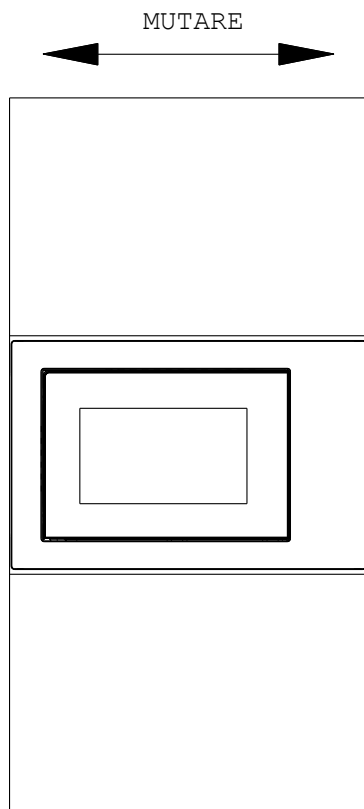

Fig. 3
c) Mutați produsul în paralel în dulapul de bucătărie, în conformitate cu direcția săgeții din figură, și mențineți-l centrat. (Fig. 3)